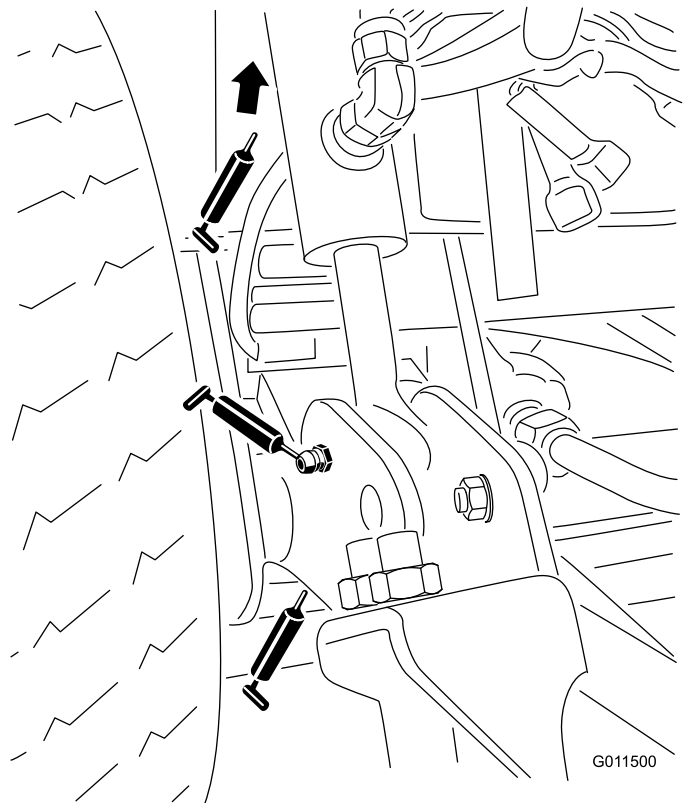

Figura 42
- Boccole (2) del braccio di sollevamento (Figura 42).
- Boccole (4) del cilindro di sollevamento (Figura 42)